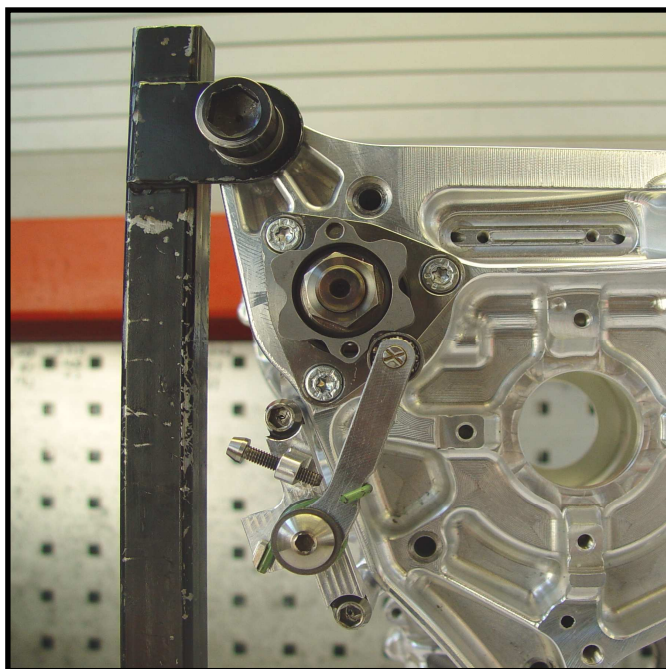

Fig. 26
8.1) Montare la stella per fasatura strumento (**Fig. 24 n 2**) sul lato sinistro del contralbero e fissarla con il dado. (fissare il dado a 50 Nm). (**Fig. 26**)
8.2) Montare la leva index con il relativo supporto (**Vedi Fig. 26**).
La posizione di controllo della trasmissione numero 1, illustrata in Fig. 26, corrisponde alle seguenti condizioni: